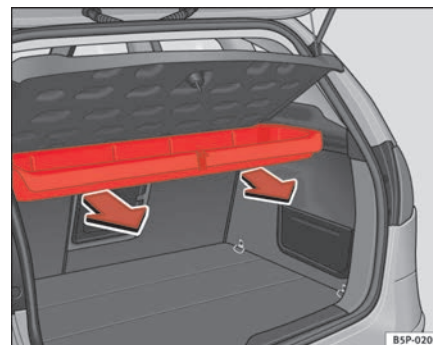

Abb. 125 Ausbau des Ablagefachs
- Nach außen ziehen, bis der Kasten aus den Drehhaltern gelöst ist \Rightarrow Abb. 125.